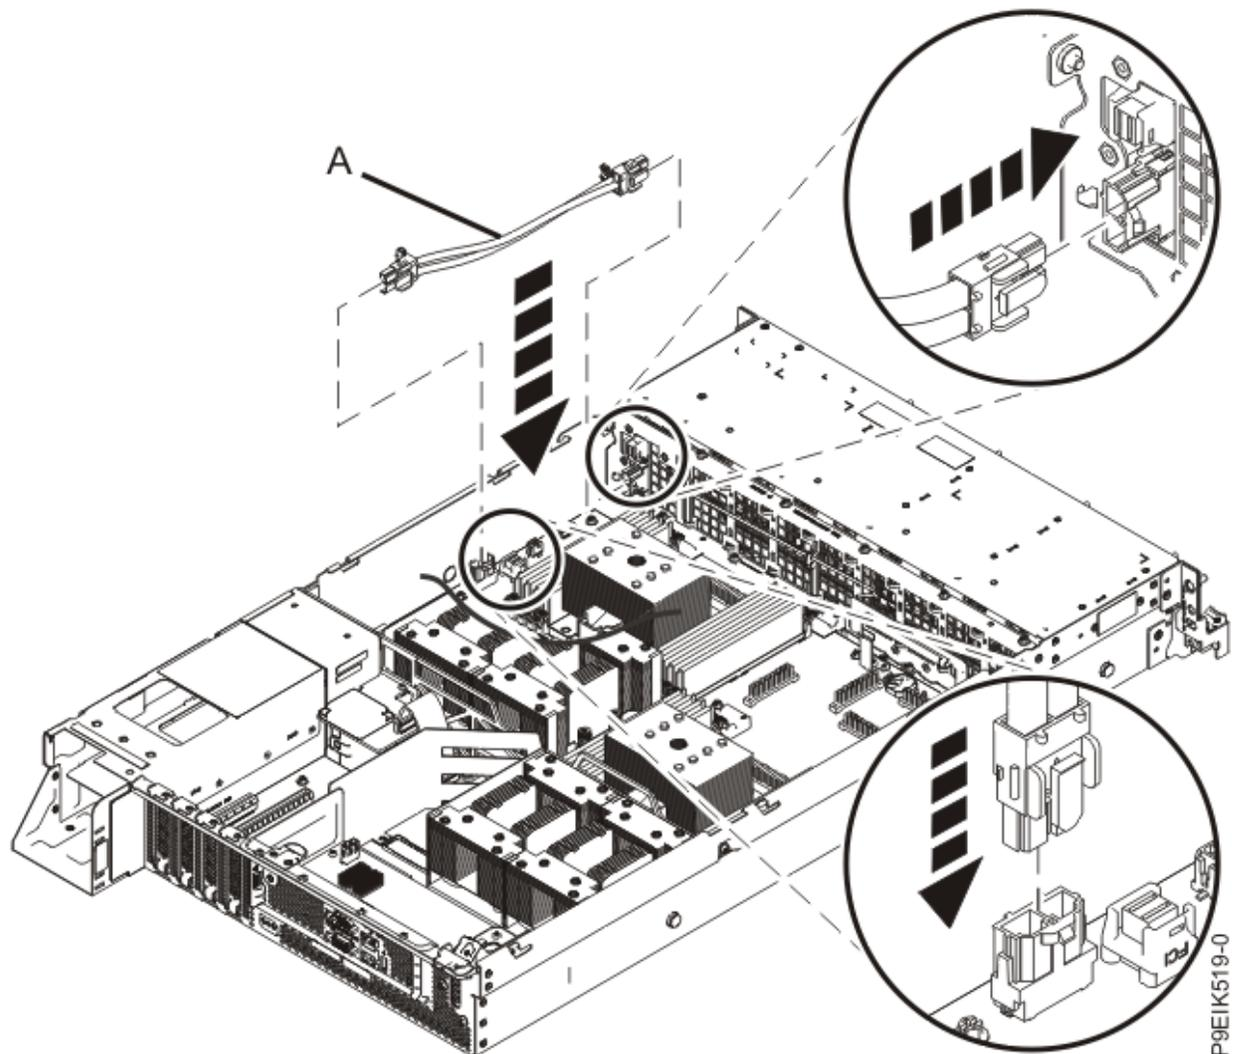

図 83. ファン電源ケーブルの取り付け
2. ファン電源ケーブル (A) のコネクターの端を開口部を通して配線し、電源ライザーに接続します (92 ページの図 83 を参照)。
3. ファン電源ケーブルのもう一方の端をディスク・ドライブおよびファン・カードに接続します (92 ページの図 83 を参照)。